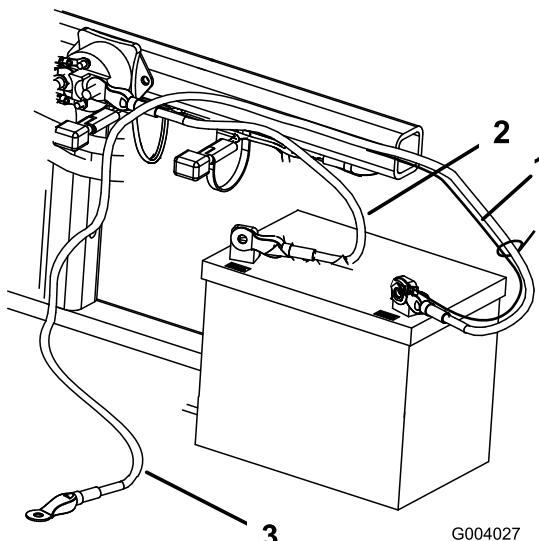

図 5
2. ボルト（1/4 x 5/8 inch）とロックナットで、赤いプラス（+）ケーブルをバッテリーのプラス（+）端子に固定する（図 5）。
ト（1/4 x 5/8 inch）とロックナット（1/4インチ）を使って取り付ける（図 5）。